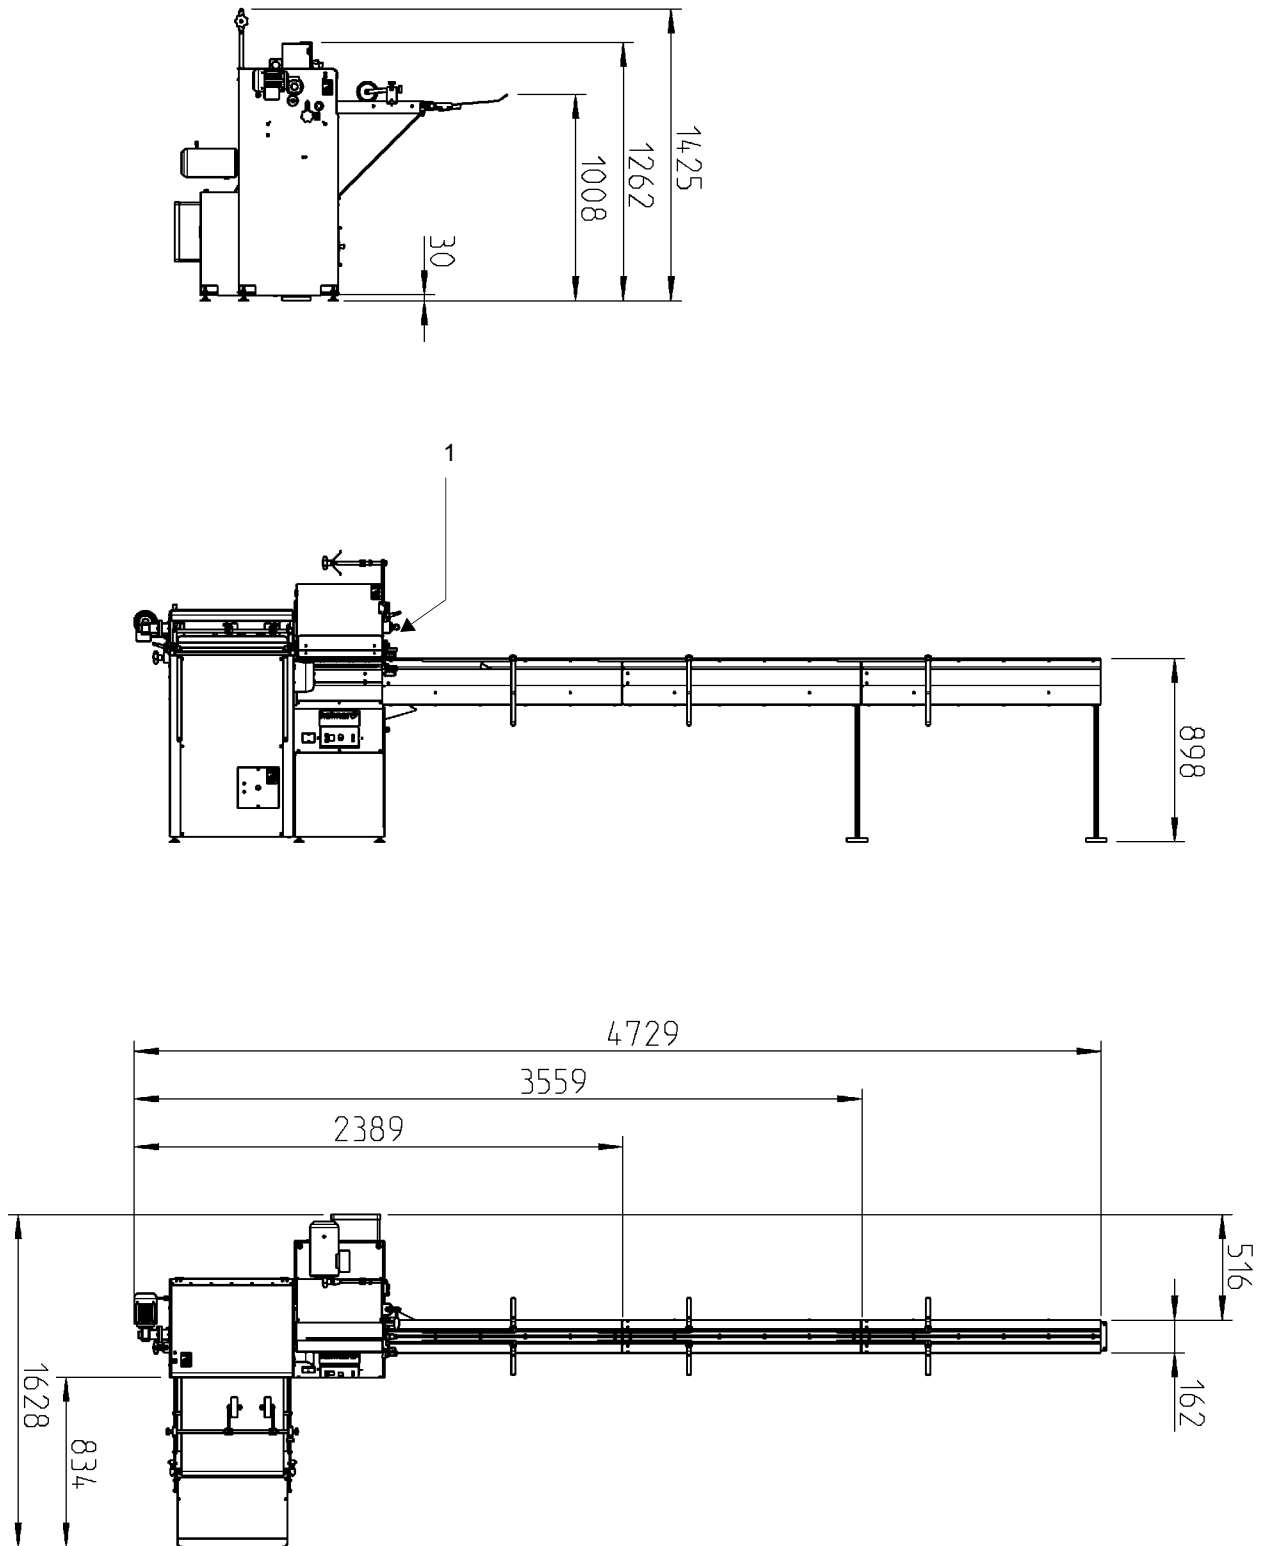

Fig. 2.4
- Fig. 2.4 -
La targhetta ed il contrassegno CE si trovano sotto all'interruttore generale - Fig. 2.4 -, pos. 1.